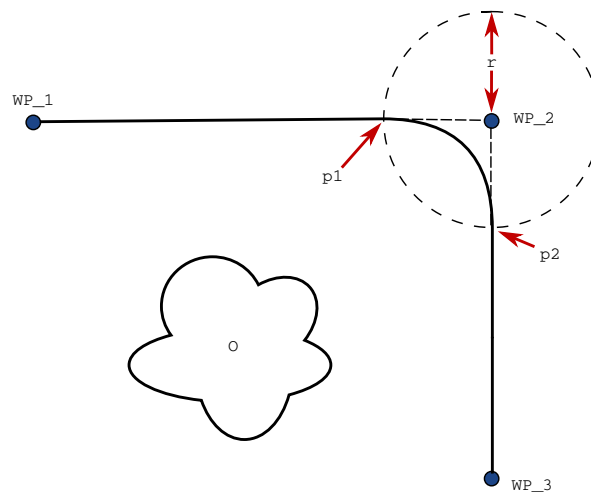

图 15.3: 与半径  $r$  在 WP\_2 上方交融，初始交融位置位于 p1，最后交融位置位于 p2。O 为障碍物。
**交融参数** 除了路点，还有多个参数将影响交融轨迹（参见图 15.3）：